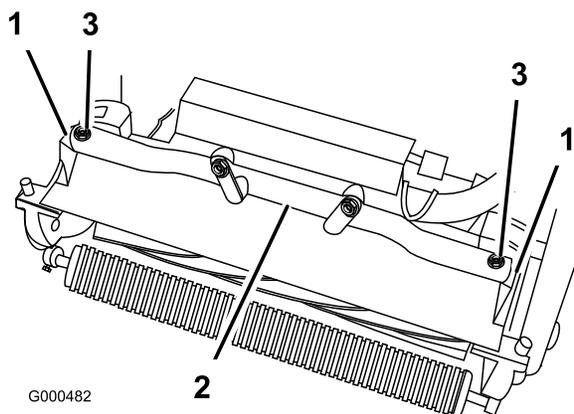

Bild 52
4. Nehmen Sie die (2) Schrauben ab, mit denen die Gelenkkarme des Mähwerks am Rahmenrohr der Zugmaschine befestigt sind (Bild 52).
5. Drehen Sie die Gelenkkarme nach vorne (Bild 52) und stellen Sie die Zugmaschine auf dem gesicherten Ständer ab.